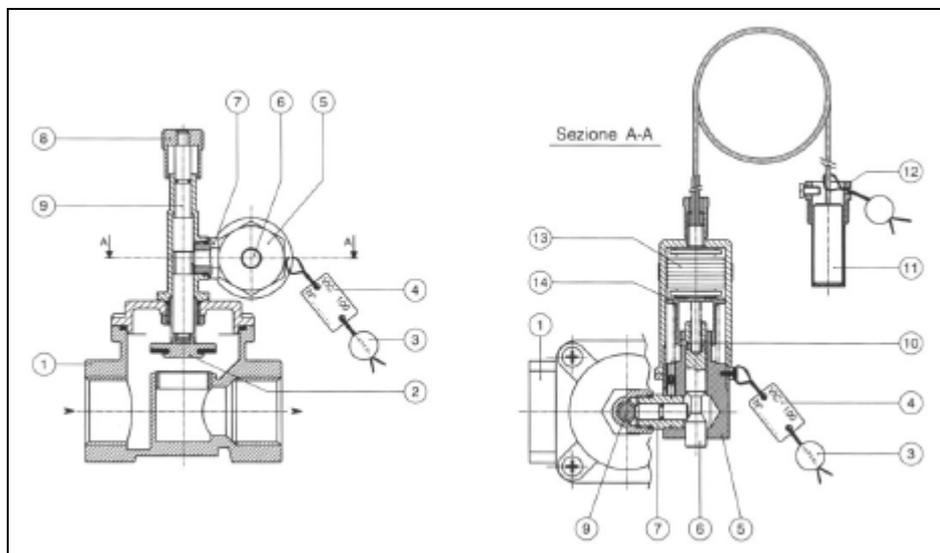

Fig. 1
## PRINCIPIO DI FUNZIONAMENTO (Fig. 1)
- E' assolutamente vietato ruotare o piegare il corpo del gruppo di sgancio della valvola (part. 5 fig.1).**